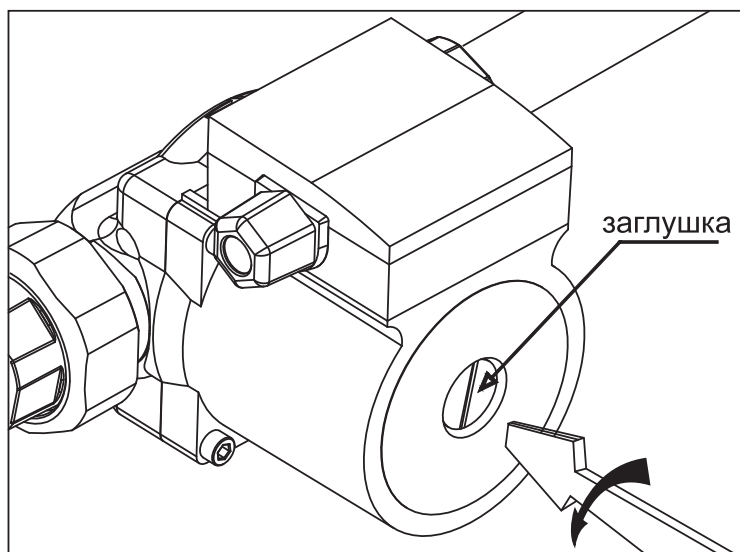

Рис. 9 Удаление воздуха из насоса
- Выкрутить винт и ослабить заглушку для удаления воздуха, защитив электрические части от попадания жидкости или пара **Рис. 9**;